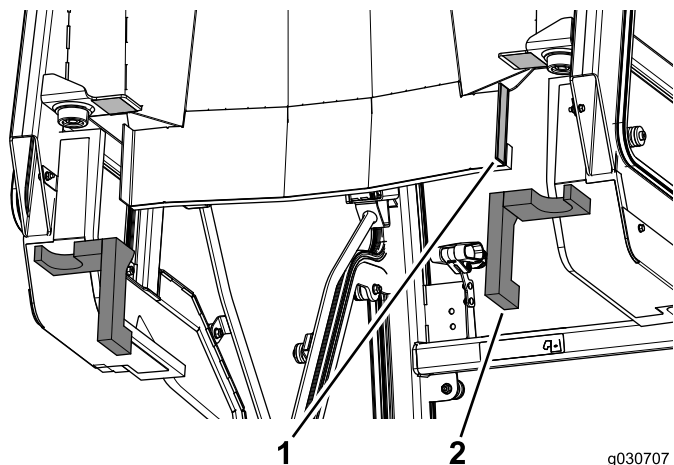

Figura 14
1. Retire o papel do verso da fita de dupla face na parte traseira da cabina (Figura 14).
2. Aplique os vedantes de esponja laterais traseiros na cabina (Figura 14).